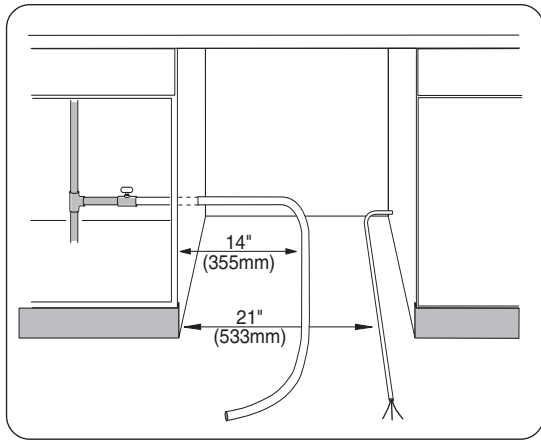

Ilustración 17
- 1 Enderece y acomode el tubo de alimentación de agua caliente y el cable de alimentación eléctrica como muestra la **Ilustración 17** de modo que queden en línea con sus propios canales en la base de la lavadora.